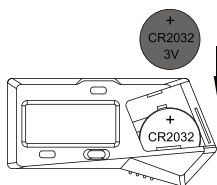

fig.2
---Coloque la pila CR2032 en el compartimento de la pila, el polo positivo de la pila (+) debe mirar hacia fuera (fig. 2).